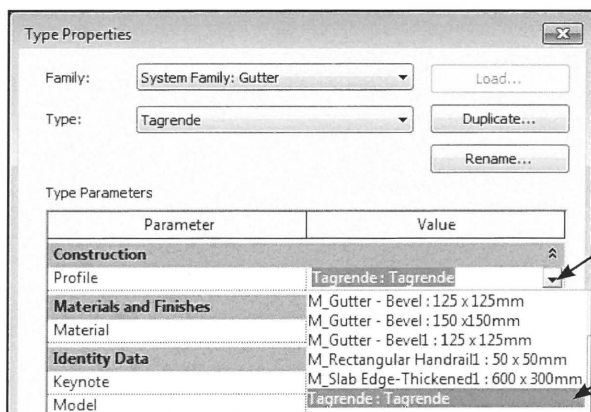

Fig. 03.26. Find tagrenden på listen.
- Find nu tagrenden på listen ud for *Profile* (Fig. 03.26).